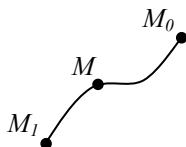

Рис. 65
52. Задана траектория движения точки от M_0 к M_1 . Алгебраическая скорость точки равна $v_t = 7$ м/с. Постройте вектор скорости в заданной точке M (рис. 65).